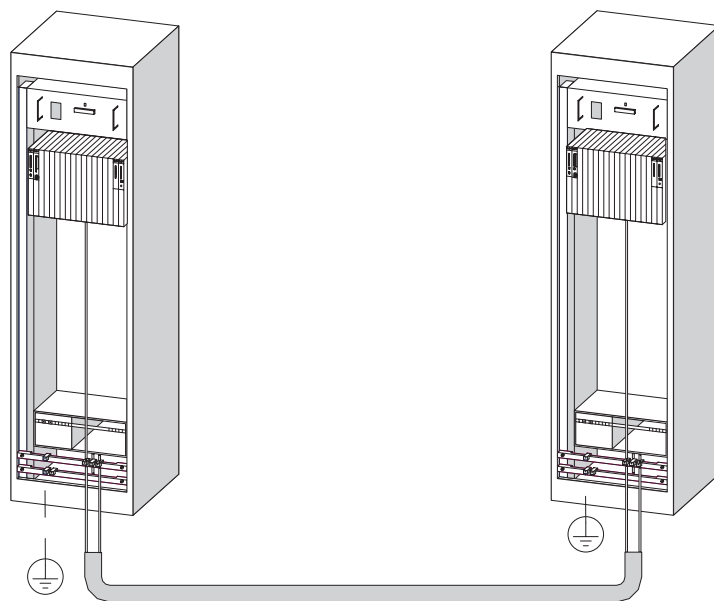

图 A-5 布设等电位导线和信号线
- 布设等电位导线时要使导线和信号线的接触面尽量小。(参见图 A-5)。